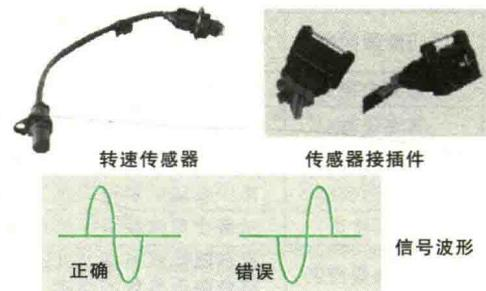
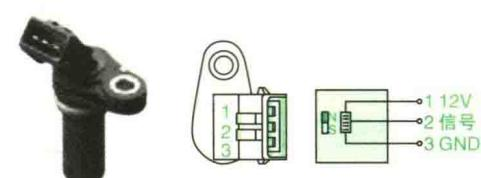

图2-3 传感器外观(1)
图2-4 传感器外观(2)
#### (1) 曲轴/凸轮轴传感器(见图2-3、图2-4)
- ① 磁电式。
- ② 两个输出端子。
- ③ 空气间隙： $1.3\text{mm} \pm 0.3\text{ mm}$ 。
- ④ 输出电压： $400\text{mV PK-PK}$ , ( $A$ 目标速度 =  $55\text{r/min}$ )。
- ⑤ 电阻值： $(825 \pm 100)\Omega$  ( $25^\circ\text{C}$ )
- ⑥ 工作温度： $-40 \sim 150^\circ\text{C}$ 。